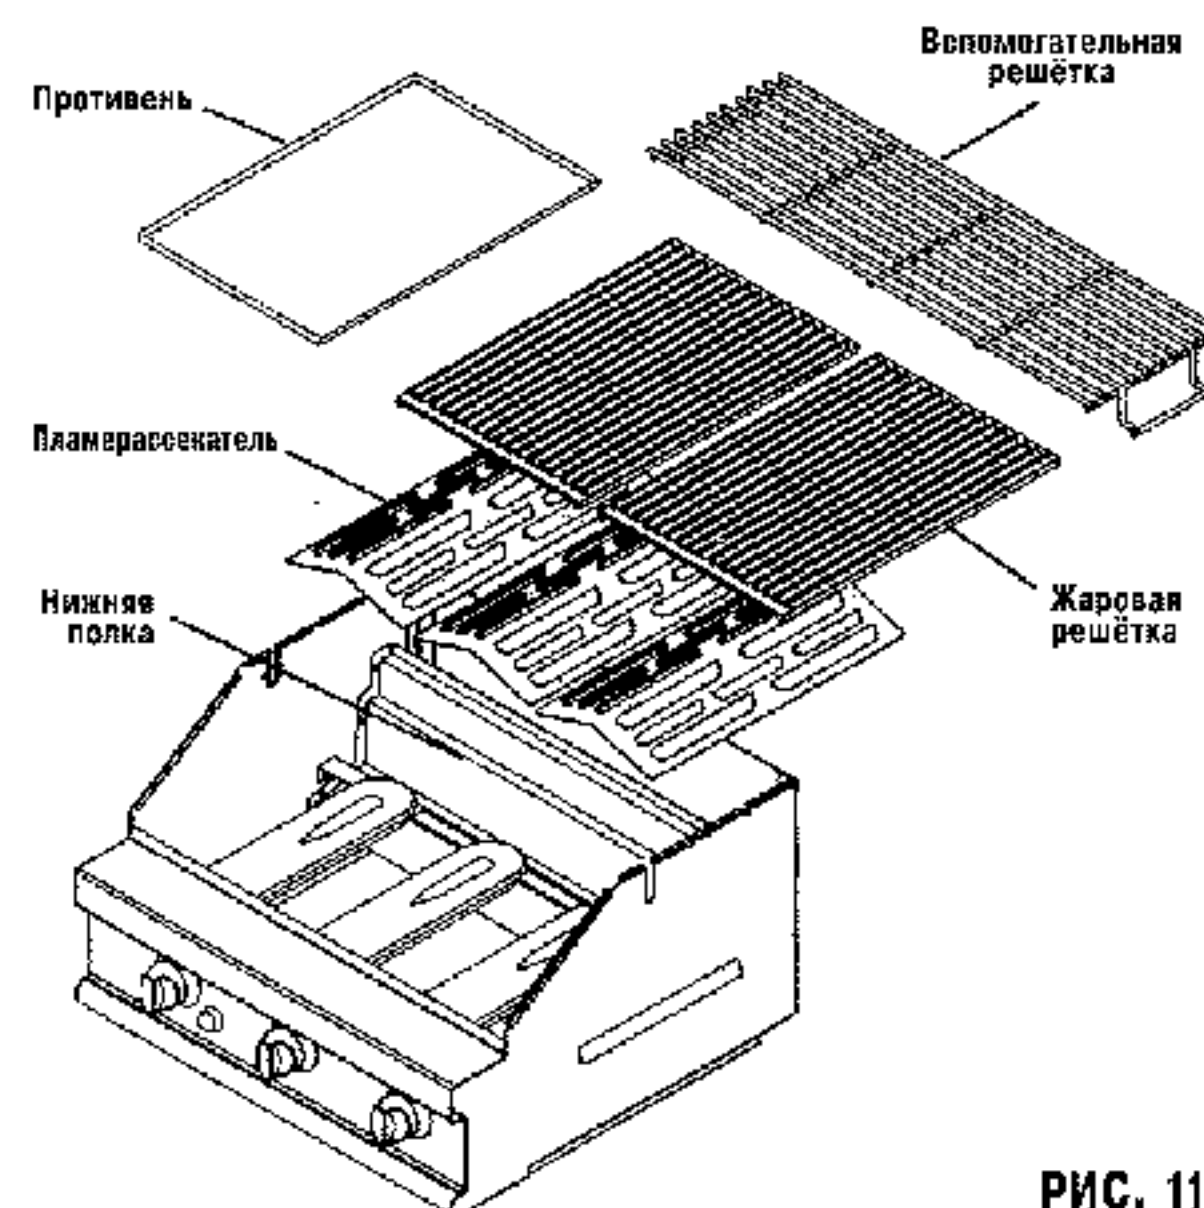

РИС. 11
24. Установите три пламерассекателя на нижнюю полку жаровни над горелками как показано на рис. 11. При правильном положении их края должны соприкоснуться.